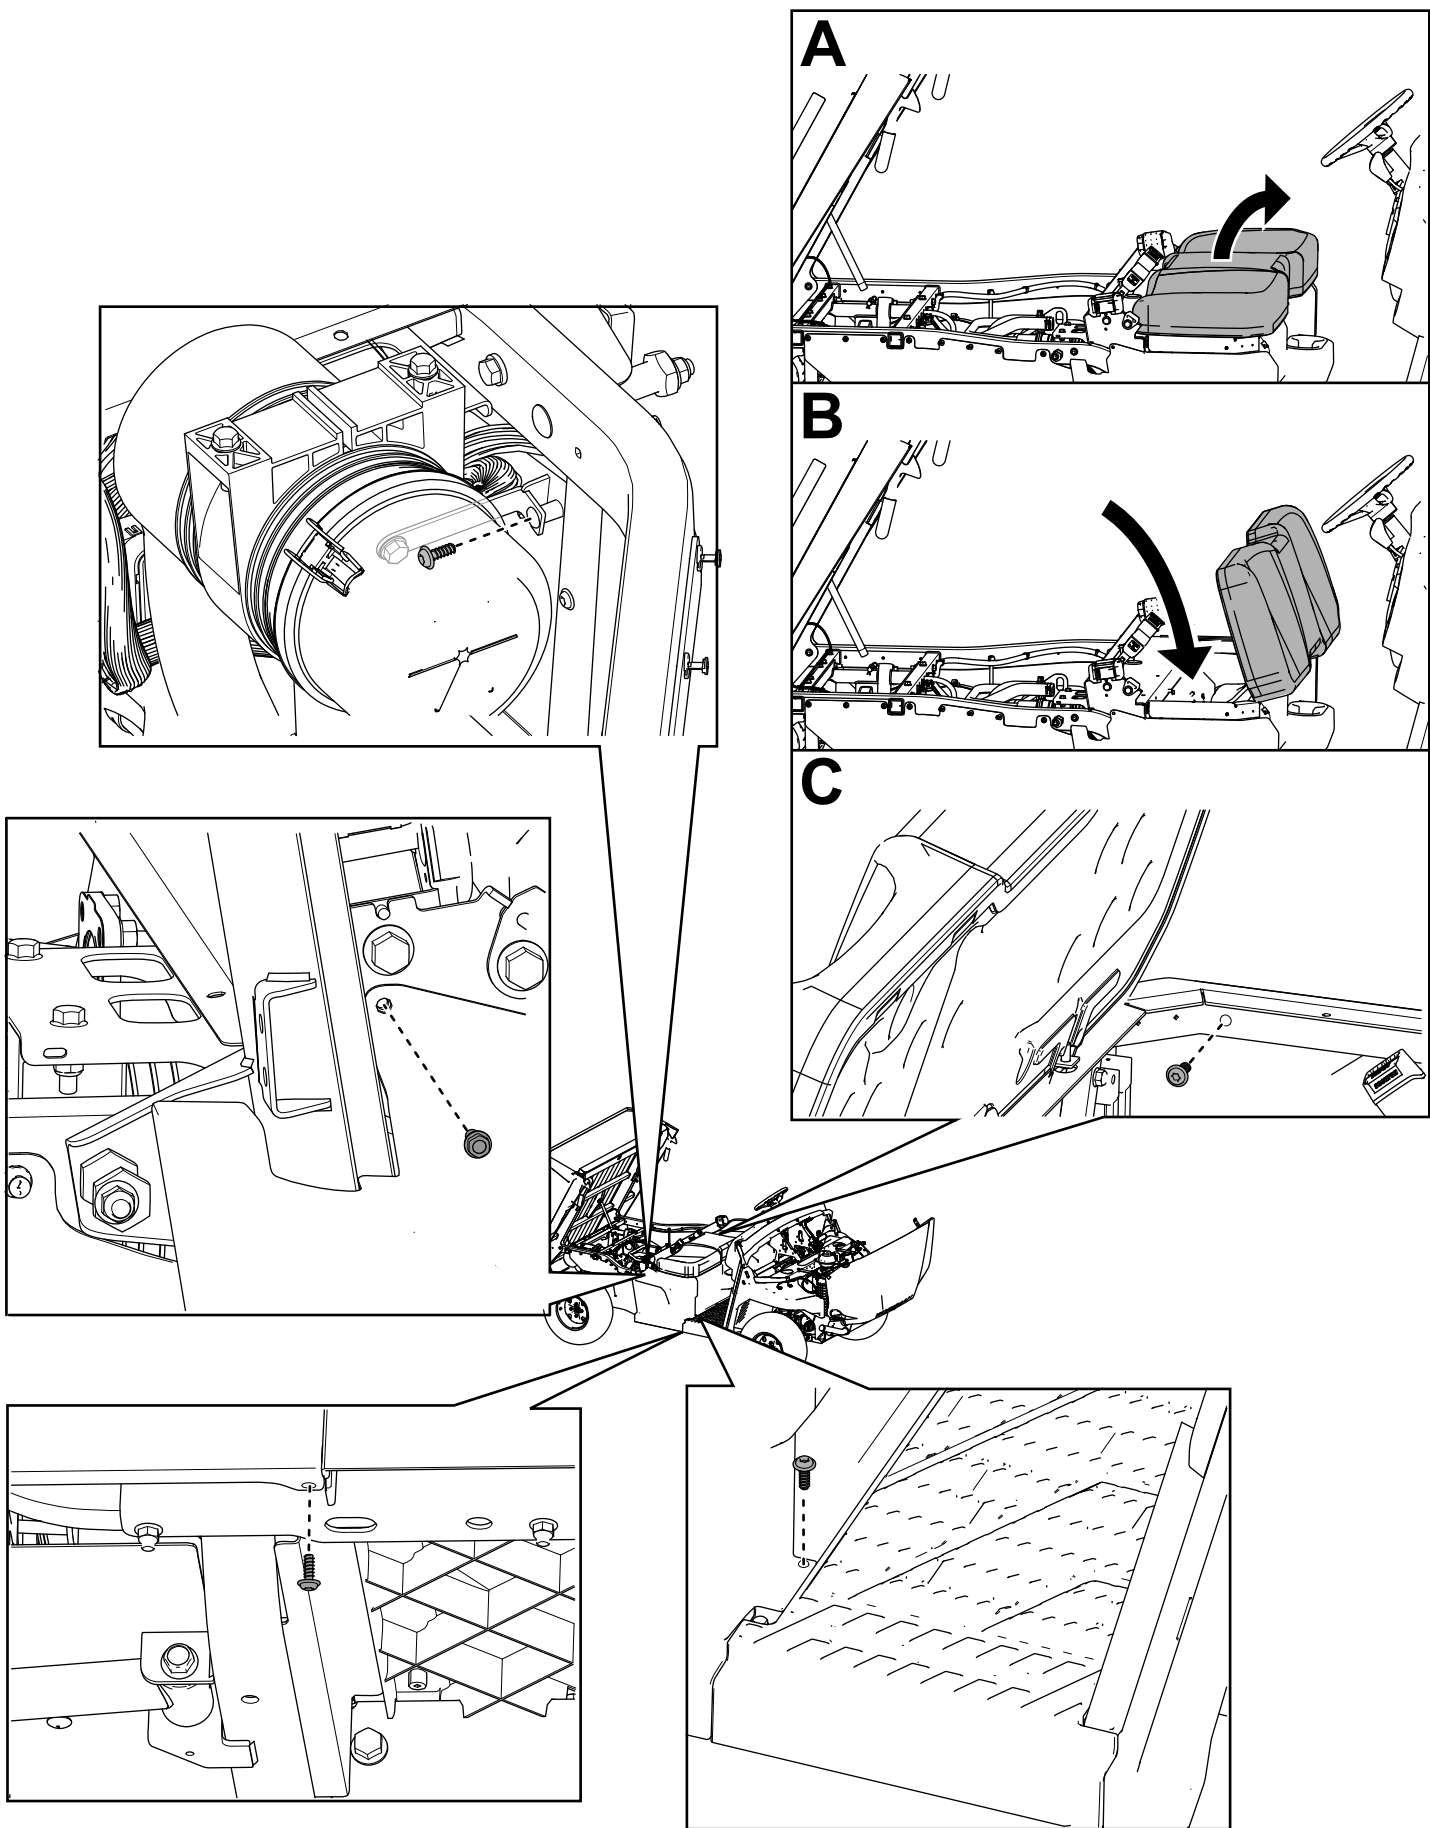

Figure 34
22. Fixez les panneaux droit et gauche de la base du siège à l'aide des boulons à tête hexagonale à embase ( $\frac{1}{4}$ " x  $\frac{3}{4}$ ") retirés précédemment, comme montré à la Figure 34.